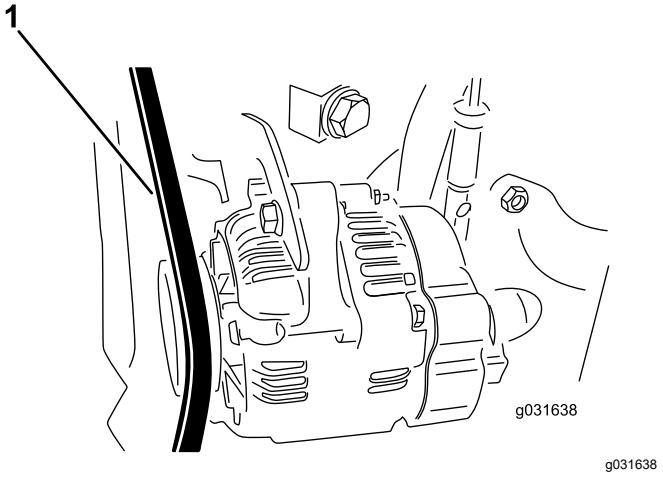

图 62
2. 向交流发动机皮带的两个皮带轮中间位置施加 30N 的力量 图 62。